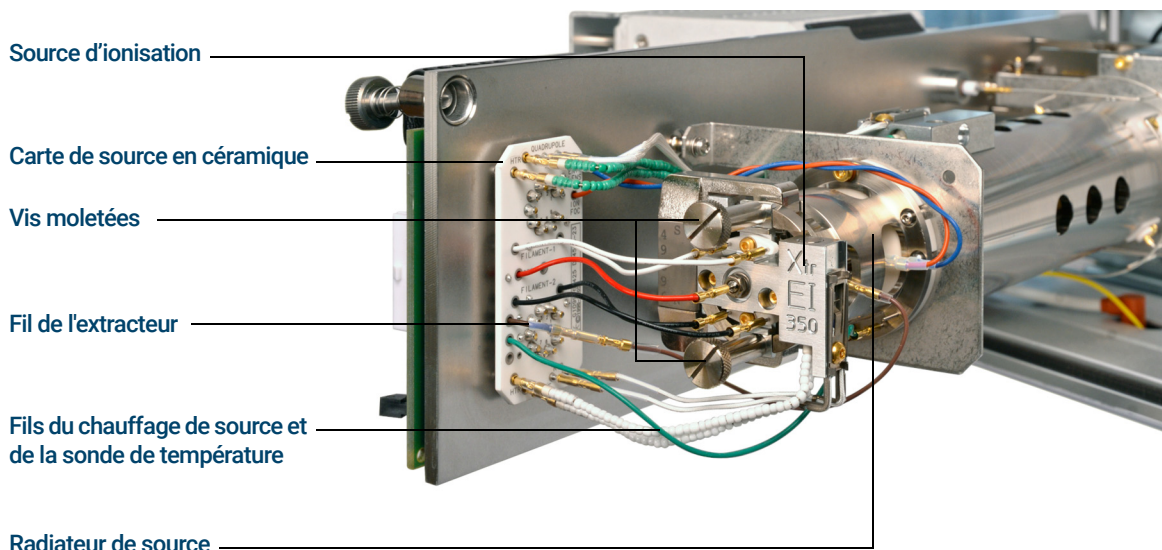

Figure 70. Installation de la source EI.
- 1 Glisser la source dans le radiateur. (Voir **Figure 70.**)
- 2 Insérer les vis moletées et les serrer à la main. Ne pas serrer les vis moletées trop fort. (Voir **Figure 70.**)